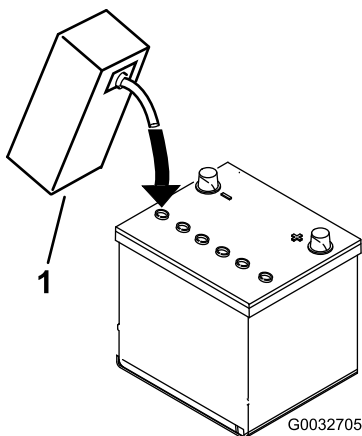

Figura 7
3. Encha cuidadosamente cada célula com eletrólito até as placas estarem cobertas com cerca de 6 mm de fluido (Figura 7).
4. Aguarde aproximadamente 20 a 30 minutos para que as placas fiquem embebidas em eletrólito. Se necessário, volte a colocar eletrólito até ficar cerca de 6 mm acima do fundo do depósito de enchimento (Figura 7).